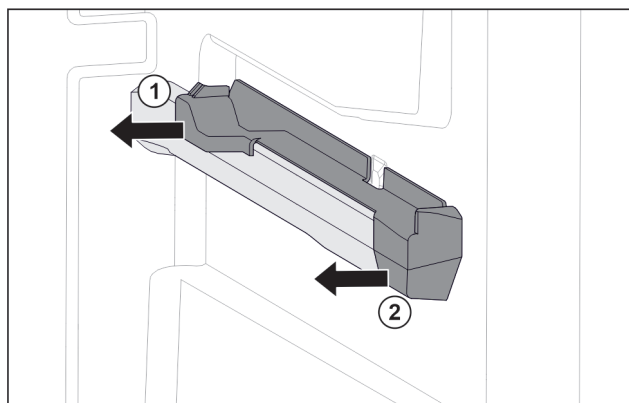

Fig. 153 Élément emboîtable sur la nervure de récipient droite
- Saisir l'élément emboîtable par le bas à l'arrière. Fig. 153 (1)
- Le retirer sur le côté par l'arrière. Fig. 153 (1)
- Le retirer sur le côté par l'avant. Fig. 153 (2)